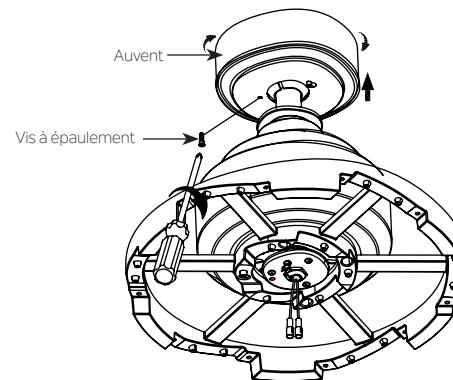

Fig. 16
Étape 2. Assemblez l'auvent en faisant tourner la fente de la clé dans l'auvent sur la vis à épaulement du support de montage. Réinstallez la vis à épaulement qui a été précédemment retirée, puis resserrez fermement les deux vis à épaulement (Fig.16).